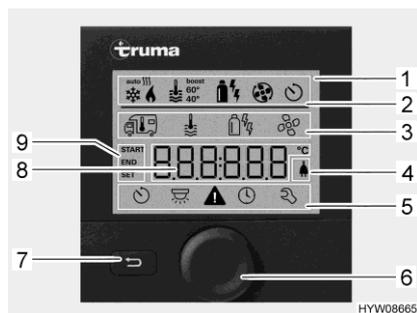

Fig. 56 Unité de commande avec affichages
- Ligne d'état (Fig. 56,2)
- Ligne de menu supérieure (Fig. 56,3)
- Zone d'affichage (Fig. 56,8)
- Ligne de menu inférieure (Fig. 56,5)
- Appuyer sur le bouton-poussoir tournant (Fig. 56,6) pendant env. 3 secondes. Les deux lignes de menu (Fig. 56,3 et Fig. 56,5) sont affichées. Le premier symbole clignote.
- Tourner le bouton-poussoir tournant (Fig. 56,6) jusqu'à ce que le symbole de menu désiré clignote.
- Appuyer sur le bouton-poussoir tournant pour enregistrer la valeur réglée. Si la valeur réglée à l'origine ne doit pas être modifiée : Appuyer sur la touche Retour (Fig. 56,7).
- Tourner le bouton-poussoir tournant (Fig. 56,6) jusqu'à ce que le symbole de menu du chauffage (Fig. 57,1) clignote.
- Appuyer sur le bouton-poussoir tournant pour enregistrer la valeur réglée. Le symbole clignote dans la ligne d'état (Fig. 56,2) jusqu'à ce que la température ambiante réglée soit atteinte. Si la valeur réglée à l'origine ne doit pas être modifiée : Appuyer sur la touche Retour (Fig. 56,7).
- Tourner le bouton-poussoir tournant (Fig. 56,6) jusqu'à ce que le symbole de menu de l'eau chaude (Fig. 57,2) clignote.
- Appuyer sur le bouton-poussoir tournant pour enregistrer la valeur réglée. Le symbole clignote dans la ligne d'état (Fig. 56,2) jusqu'à ce que la température d'eau chaude réglée soit atteinte. Si la valeur réglée à l'origine ne doit pas être modifiée : Appuyer sur la touche Retour (Fig. 56,7).
- Tourner le bouton-poussoir tournant (Fig. 56,6) jusqu'à ce que le symbole de menu de mode de fonctionnement (Fig. 57,3) clignote.
- Appuyer sur le bouton-poussoir tournant pour enregistrer le mode de fonctionnement réglé. Si le réglage d'origine ne doit pas être modifié : Appuyer sur la touche Retour (Fig. 56,7).
- Tourner le bouton-poussoir tournant (Fig. 56,6) jusqu'à ce que le symbole de menu du ventilateur (Fig. 57,4) clignote.